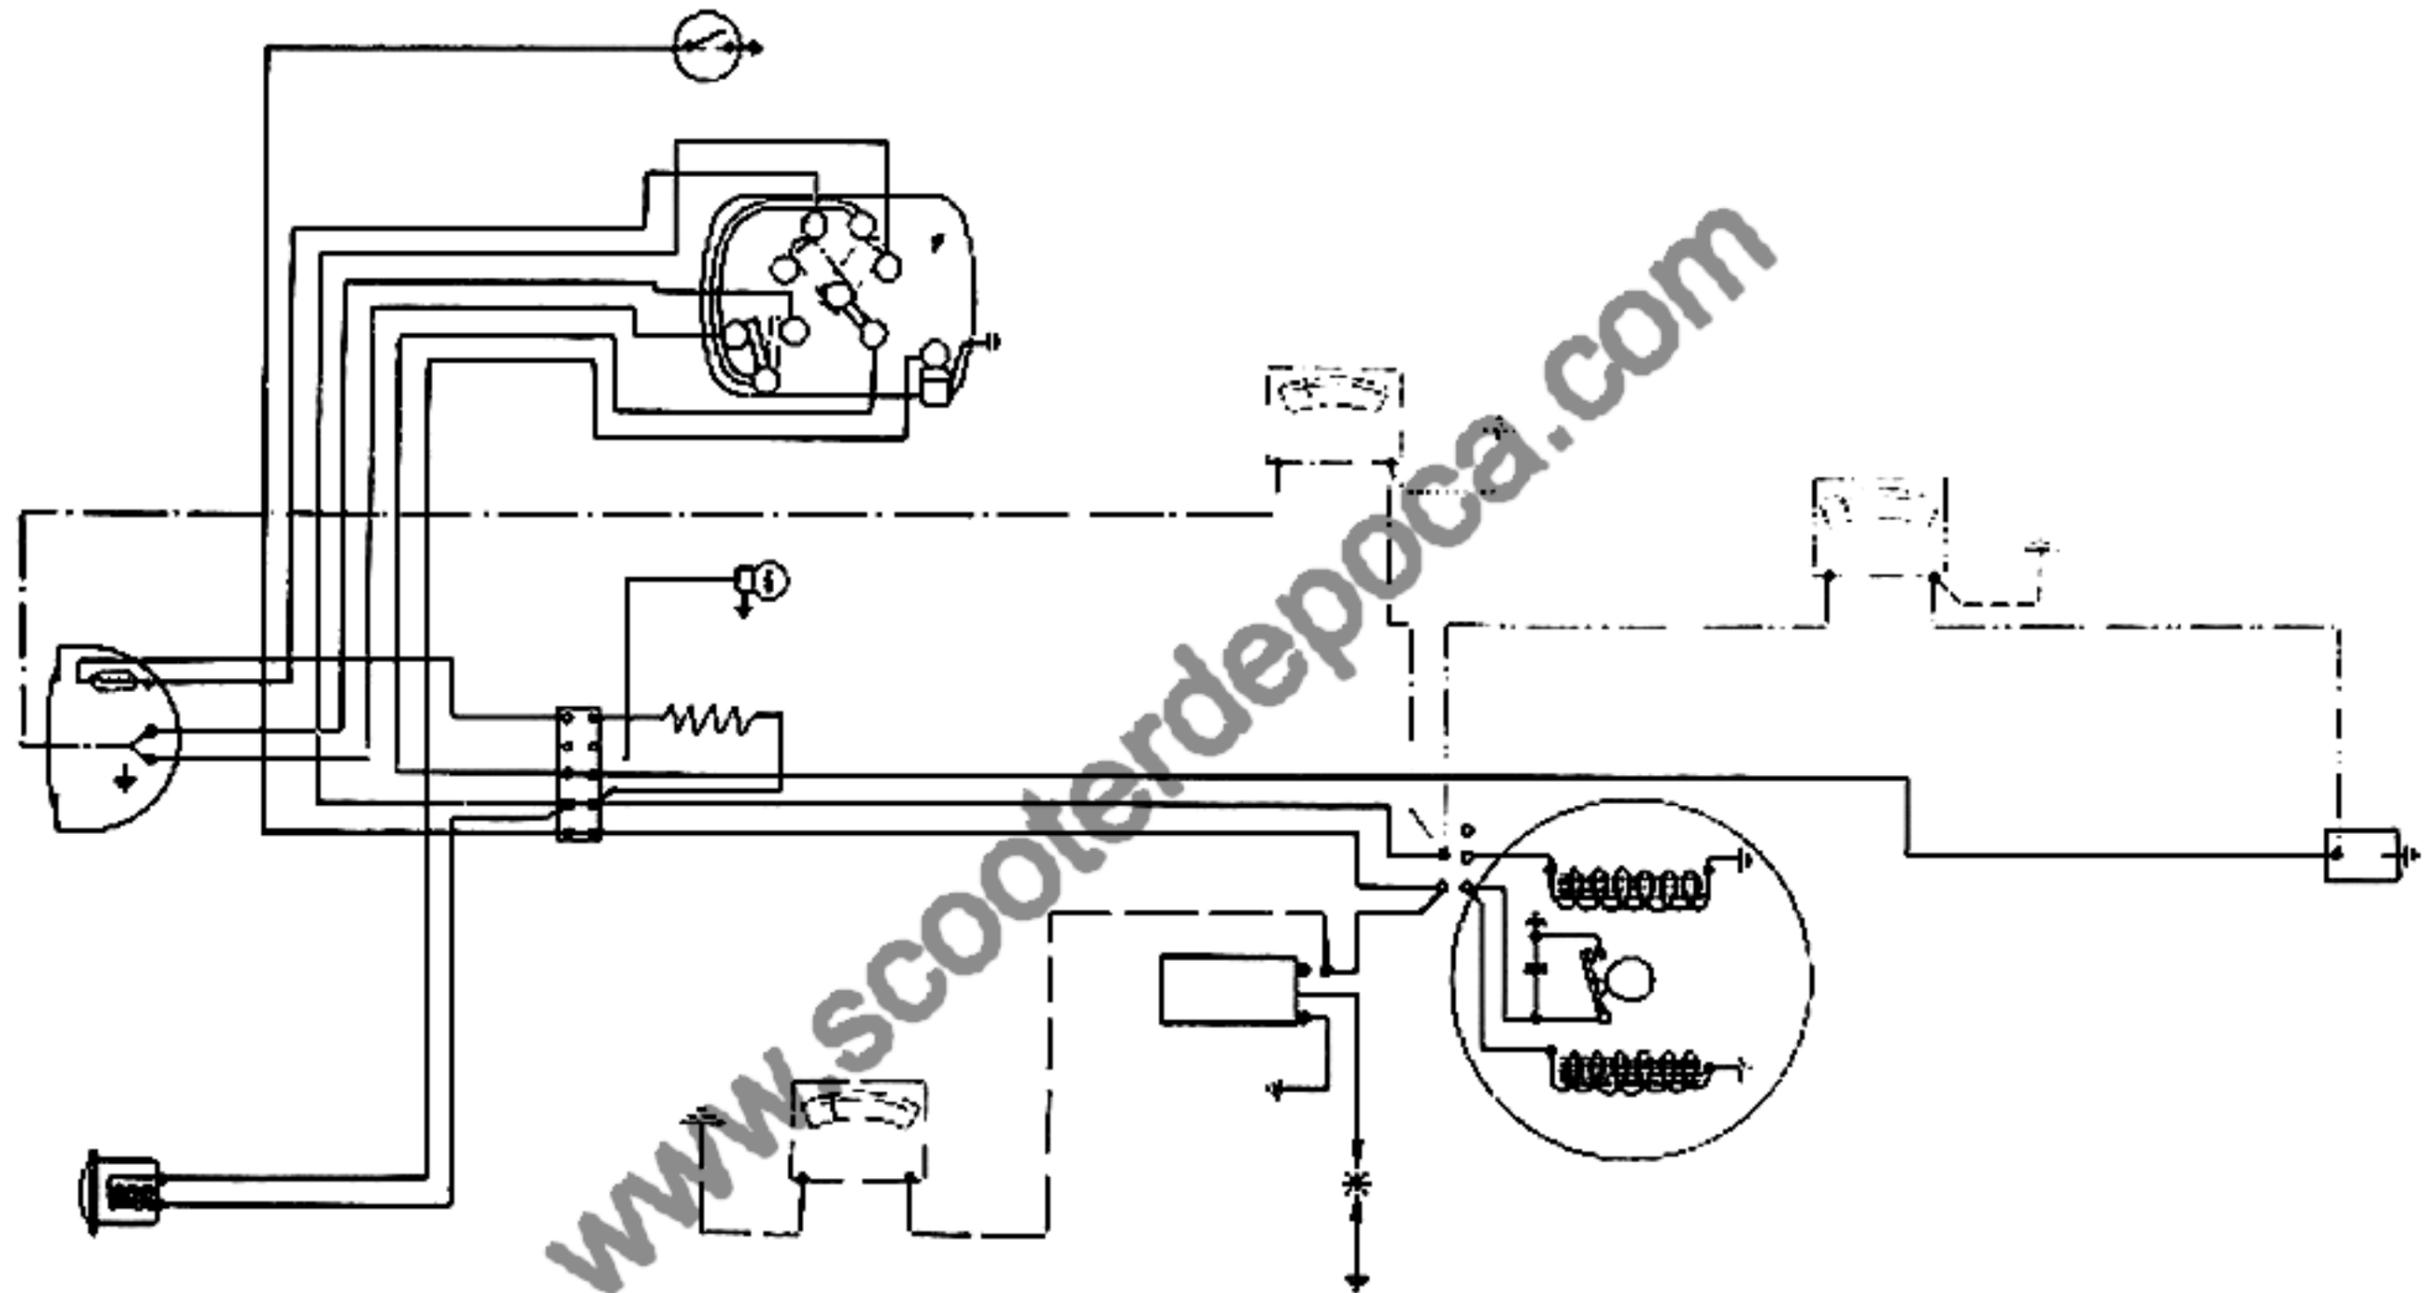

Fig. 50 A
1) **Circuito corrente volano, luci di città e avvisatore acustico.** Vedi fig. 50 A.
3) **Circuito di massa dell'accensione e di alimentazione bobina A.T.** Vedi fig. 50 A.
### 2) Circuito avvisatore acustico e lampadina biluce del fanale anteriore. Vedi fig. 50 B.
### 3) Circuito alimentazione bobina A.T. e di massa del motore. Vedi fig. 50 B.